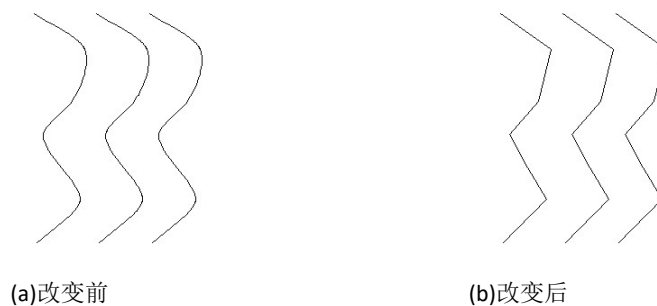

图 6-15 样条曲线非变拟合多线
5、若要把样条曲线变成非拟合多线，可在命令行输入“P”回车，再输入“P”回车，系统自动把样条曲线变非拟合多线，如图 6-15 所示